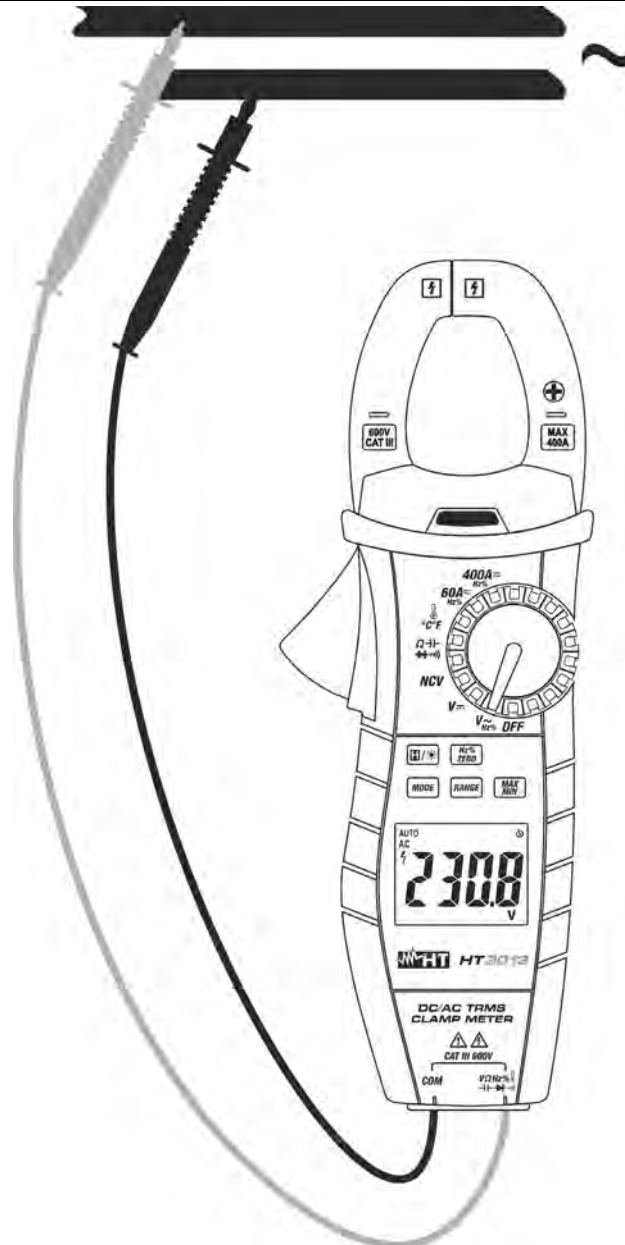

Abb. 5: Verwendung der Zange für Wechselspannungsmessung
3. Stellen Sie die Messleitungen in die gewünschten Punkte des zu messenden Kreises (siehe Abb. 5). Der Spannungswert erscheint auf dem Display.